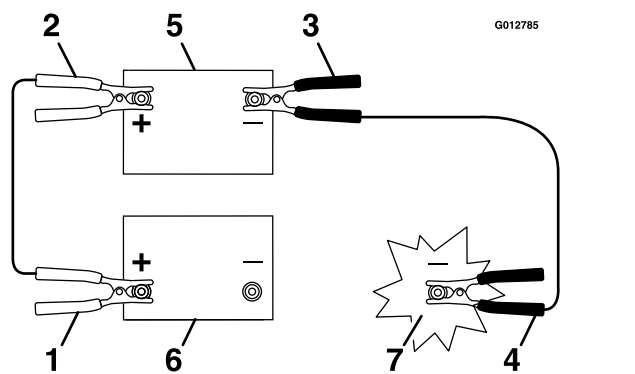

Figura 49
3. Ligue o cabo positivo (+) ao terminal positivo (+) da bateria descarregada que está ligada ao arrancador ou solenóide, conforme indicado em Figura 49.